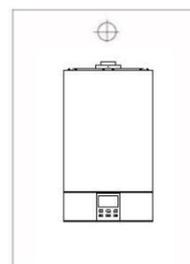

Рис. 12
- далее котел навесьте на подвесную панель (рис. 12)